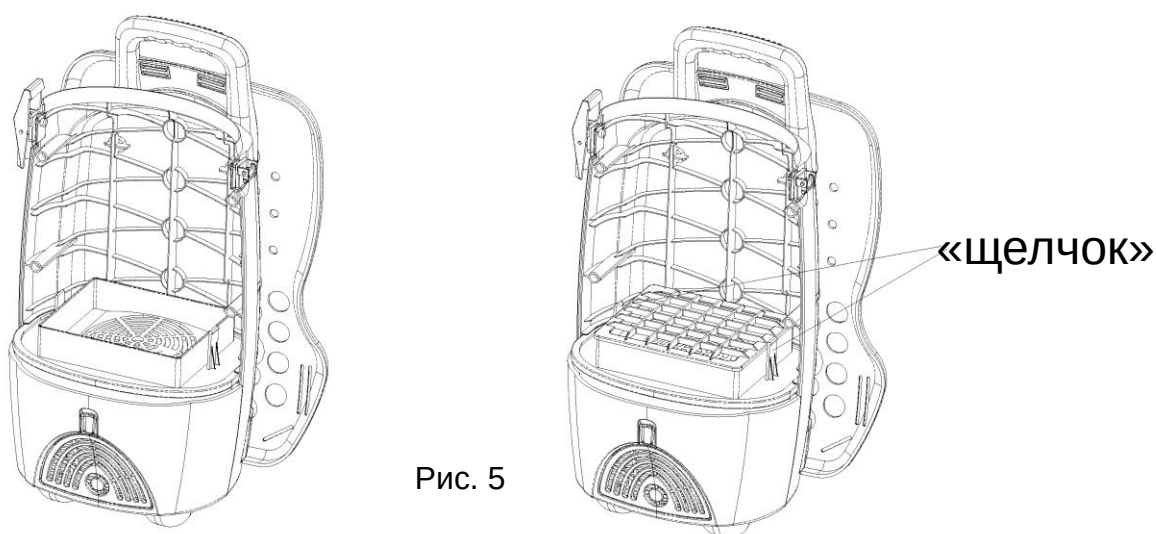

Рис. 5
4. Чтобы установить фильтр обратно, наденьте его на язычки и нажмите вниз. При правильной установке вы услышите два «щелчка» (рис. 5).